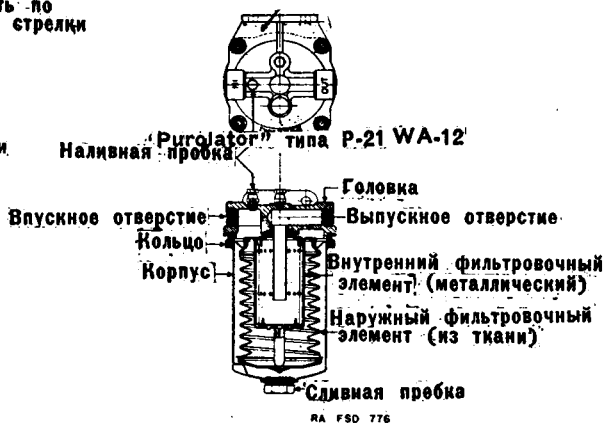

Рис. 50. Топливный фильтр (Пуролатор).
2) Фильтр для дизельной нефти (рис. 50).